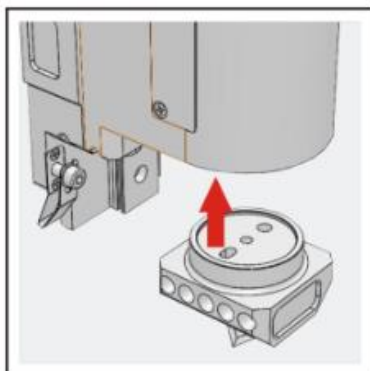

Рис. 23
- Установите соответствующим образом держатель со смонтированным косым лезвием в нижней части модульного держателя (Рис. 23).